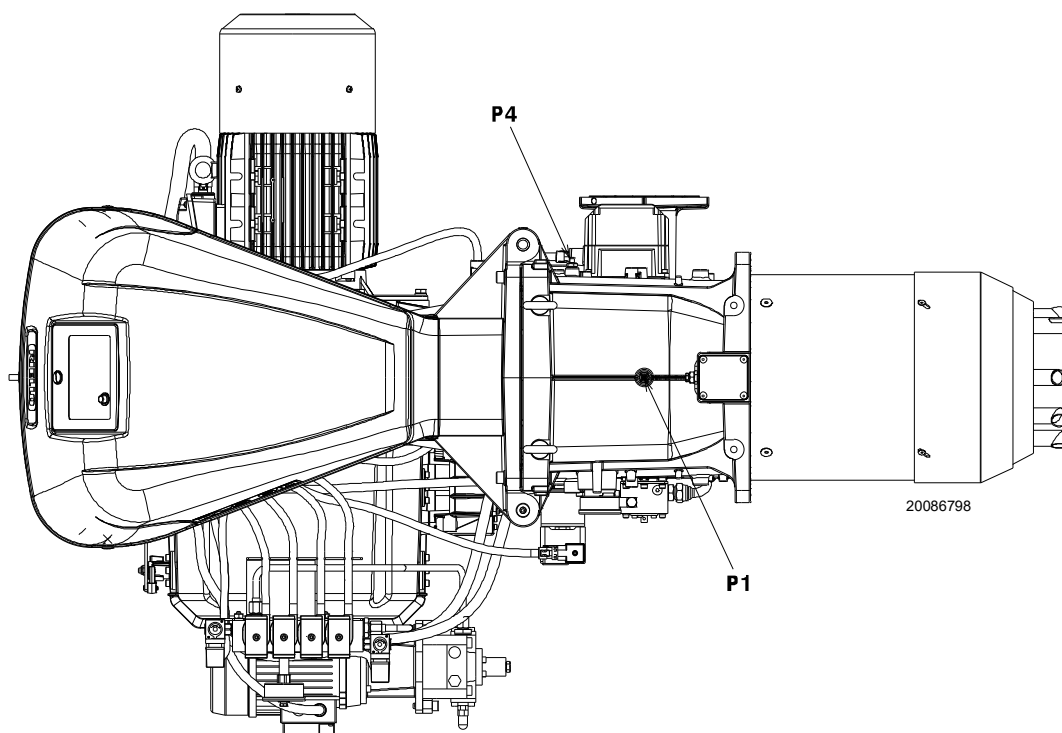

Рис. 26
Давление газа, измеренное на штуцере P1)(Рис. 26 на стр. 29), при:
- вычитите из давления газа на штуцере P1(Рис. 26 на стр. 29) давление в камере сгорания.
(Рис. 26 на стр. 29) = 24,3 мбар
Для того чтобы узнать давление газа, необходимое на штуцере P1)(Рис. 26 на стр. 29), определив максимальную мощность, при которой должна работать горелка:
- Посмотрите справа в столбце 1 давление на штуцере P1)(Рис. 26 на стр. 29).
необходимое давление на штуцере P1)(Рис. 26 на стр. 29).